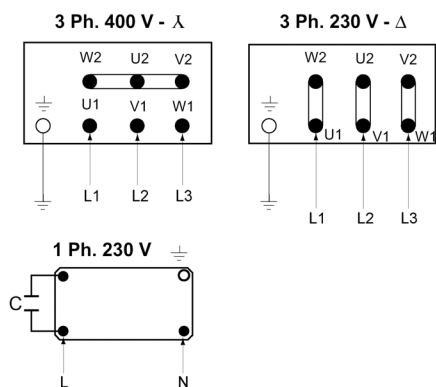

Fig. 4: Alimentation réseau
- Alimentation réseau, voir aussi la Fig. 4.